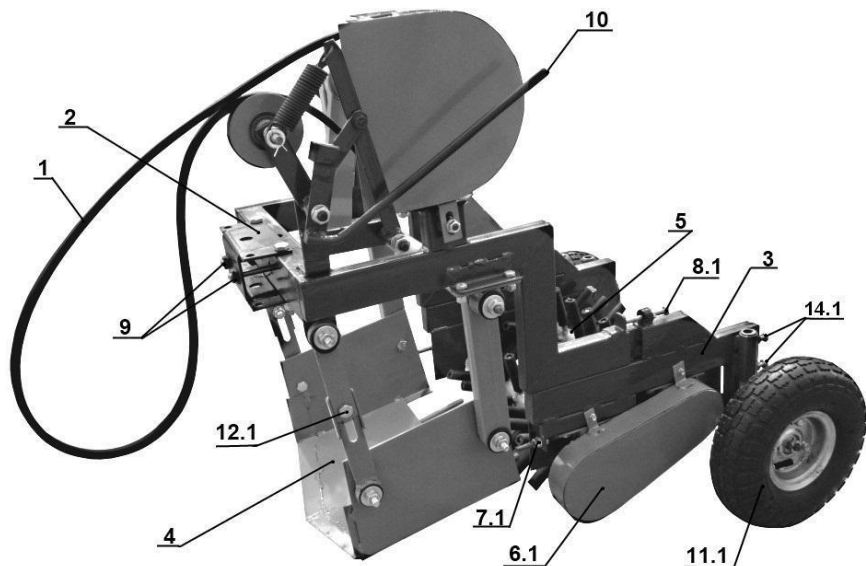
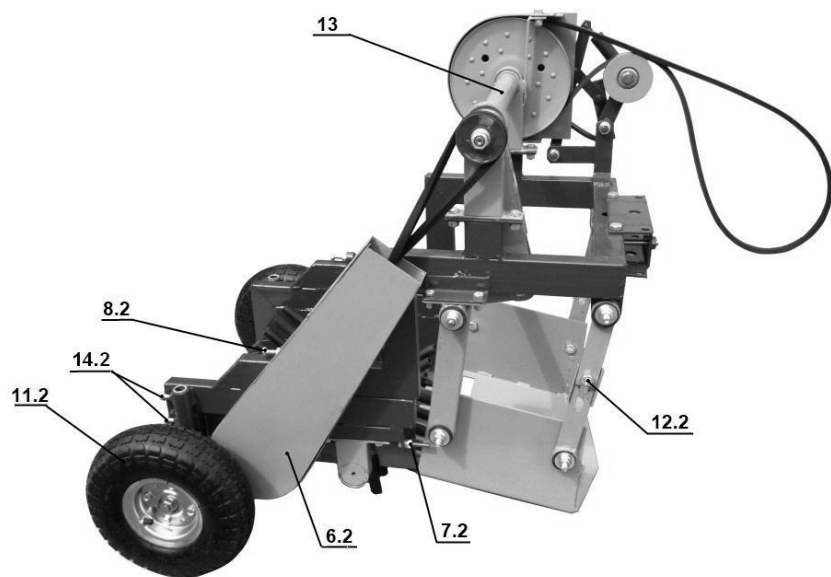

Рис. 3
Рис. 4
1. Принципиальное отличие копалки, в зависимости от модели мотоблока, в положении прицепной скобы (см. Рис. 1 и Рис. 2), а также в длине приводного ремня - входит в комплект поставки (поз.1/Рис. 3):
2. В узле ременных передач (поз.6.1/Рис.3) применяется ремень **А 500**.
3. В узле ременных передач (поз.6.2/Рис.4) применяется ремень **А 1500**.
Агрегат приводится в действие механизмом ременных передач (поз.1, поз.6.1/Рис.3 и 6.2/Рис.4) от коленчатого вала двигателя мотоблока через шкивы.
Активный лемех (поз.4/Рис.3) подкапывает борозду – почву и клубни, которые попадают на первый игольчатый шнек. Здесь происходит первичное дробление грунта. Далее, клубни и почва продвигаются на второй игольчатый шнек, который вращается в два раза быстрее. Происходит окончательная очистка от земли, после чего идет откладывание картофеля на поверхность почвы.
- рама (поз.3/Рис.3);
- активный лемех (поз.4/Рис.3);
- узел крепления (поз.2/Рис.3);
- шнек ведущий и шнек ведомый (поз.5/Рис.3);
- приводной вал (поз.13/Рис.4);
- натяжной механизм (включение копалки в работу ) (поз.10/Рис.3);
- опорные колеса (поз.11.1/Рис.3 и поз.11.2/Рис.4).
3. Отрегулировать соосность продольных осей мотоблока и копалки при помощи упорных болтов (поз.9/Рис.3), применив торцовый ключ на 17, исключив люфт. Соединение должно быть **жестким**.
4. Прицепить приводной ремень (поз.1/Рис.3) на свободный «ручей» шкива мотоблока, пропустив его внутри защитного кожуха мотоблока.
5. Натяжение ремня (включение в работу) производится поворотом рукоятки (поз.10/Рис.3) по часовой стрелке с автоматической фиксацией. Усиление натяжения обеспечивает пружина.
6. Глубину подкапывания регулируем лемехом (поз.4/Рис.3) и опорными колесами (поз.11.1/Рис.3 и поз.11.2/Рис.3). Для этого лемех выставляем на требуемую глубину, меняя угол атаки болтами (поз.12.1/Рис.3 и поз.12.2/Рис.4), а опорные колеса (поз.11.1/Рис.3 и поз.11.2/Рис.4) регулируем болтами (14.1/Рис.3 и 14.2/Рис.4). **Желаемый результат достигается опытным путем.**
2. Для компенсации растяжения ремней предусмотрены регулировочные болты (поз.7.1/Рис.3; поз.7.2/Рис.4 **и** поз.8.1/Рис.3; поз.8.2/Рис.4).